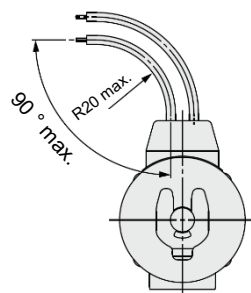

Figure 4. Pliage du câble
- Ne pliez pas les câbles à plus de 90 ° avec un rayon inférieur à 20 mm, au risque de les endommager. Voir Figure 4.